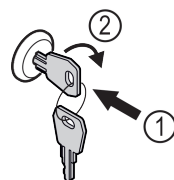

Fig. 178
- ▶ Introducir la llave. Fig. 178 (1)
- ▶ Girar la llave 90° en sentido horario. Fig. 178 (2)